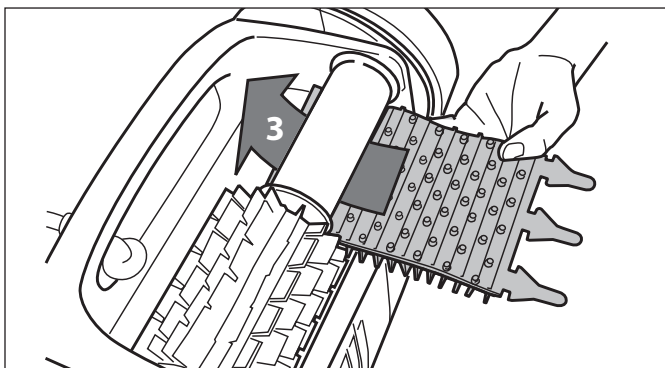

Figura 29. Instale el nuevo cepillo
3. Para instalar un nuevo cepillo y coloque el cepillo nuevo en el rodillo con las puntas hacia abajo. Vea la Figura 29.